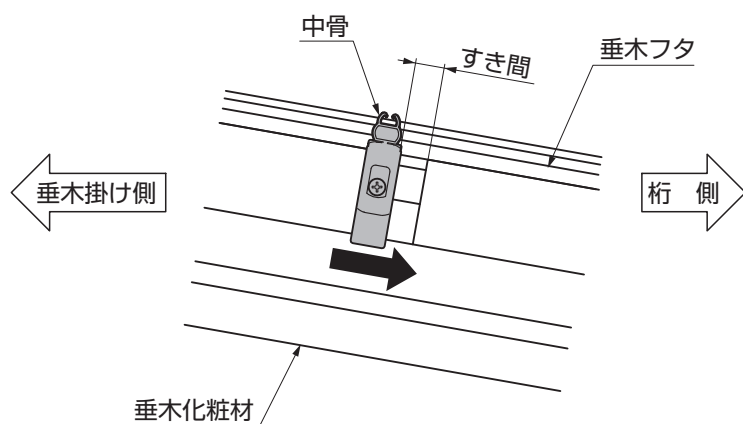

図2-7
- ③最も桁側の中骨を、取付けた垂木フタ側に寄せてください。(図2-7参照)
- ④垂木掛け側の垂木フタを中骨側に移動してください。